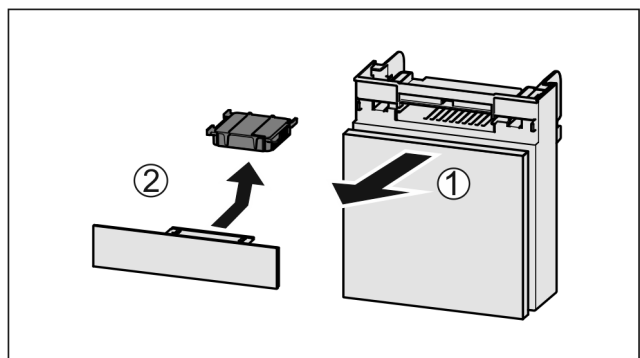

Fig. 116
- ▶ Издърпайте Fig. 116 (1) напред отделениято.
- ▶ Извадете Fig. 116 (2) филтъра с активен въглен.